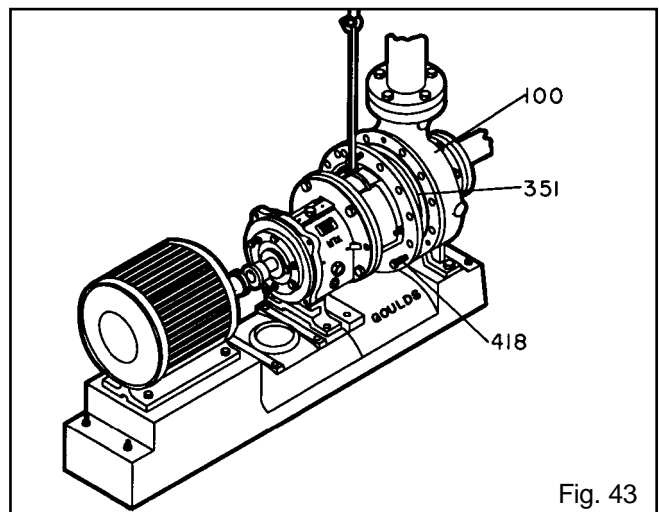

Fig. 43
- Retire el conjunto de desmontaje trasero de la carcasa (100). Apriete los tornillos de levantamiento (418) en forma pareja para retirar el conjunto de desmontaje trasero (Fig. 43).